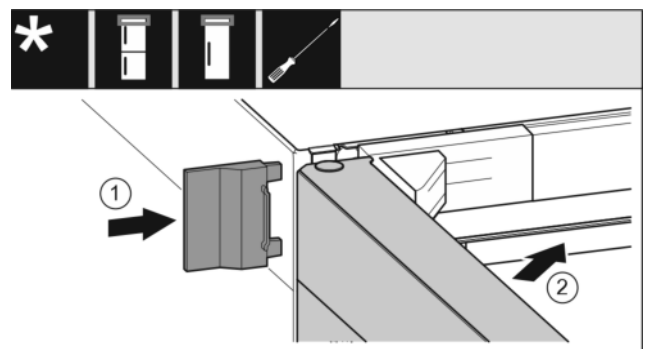

Fig. 22
▶ Äußere Abdeckung Fig. 22 (1) aufschieben.
▶ Obere Tür Fig. 22 (2) schließen.